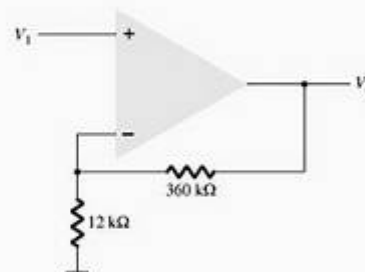

Figura 13.46 Problemas 7, 8, 26.
7. Que tensão de saída resulta no circuito da Figura 13.46 para uma entrada de $V_I = -0,3 \text{ V}$?
8. Que entrada deve ser aplicada na Figura 13.46 para resultar em uma saída de 2,4 V?
- *26. Utilize o Schematic Capture ou o EWB para calcular a tensão de saída no circuito da Figura 13.46 para a entrada de $V_i = 0,5 \text{ V}$.